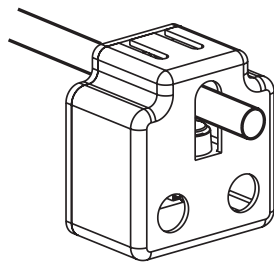

Fig. 7
7a. Montaje Superior: Fig. 11: Ajuste en altura a la dimensión apropiada. Instale (4) 3/8"-16NC x 3/4" HHCS y 3/8"-16NC contratueras de bloqueo, sin ajustar. Deslice la Caja del interruptor sobre la barra del Interruptor para asegurarse de que los agujeros pre-perforados apuntan a la columna con la unidad de potencia, Fig. 7 y Fig. 8. Utilice (2) 1/4"-20NC x 3/4" de largo. HHCS, 1/4"-20NC tuercas y 1/4" arandelas de estrella para montar la caja de conmutación en el montaje superior, vea la Fig. 11. Para SPOA10 instalación de la configuración de bahía extra angosta, vea el paso 7b, para las demás opciones vea el paso 7c.